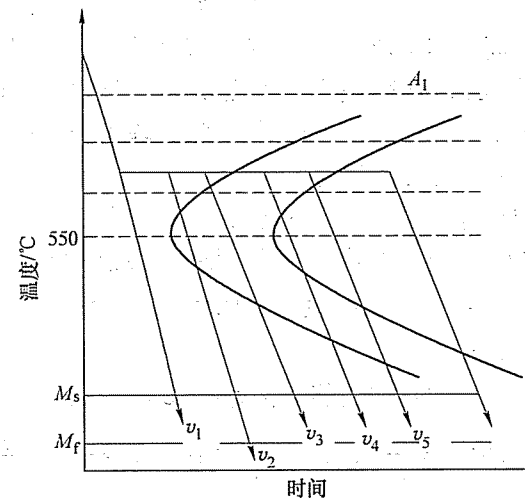

图 22-3 第四题第 2 小题图
(1) 若以图 22-3 所示的  $v_1$ 、 $v_2$ 、 $v_3$ 、 $v_4$ 、 $v_5$  和  $v_6$  的速度进行冷却, 各得到什么组织?
(2) 如将  $v_1$  冷却后的钢重新加热至  $530^\circ\text{C}$ , 经保温后冷却后又得到什么组织? 力学性能有何变化?
(3) 论述影响钢的淬透性的因素。